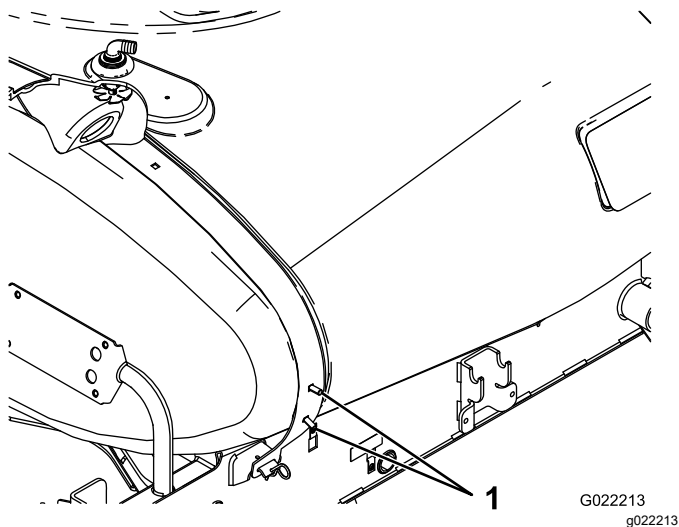

Рисунок 7
2. Установите 2 каретных болта в нижние внутренние отверстия с правой стороны заднего хомута бака (Рисунок 7).